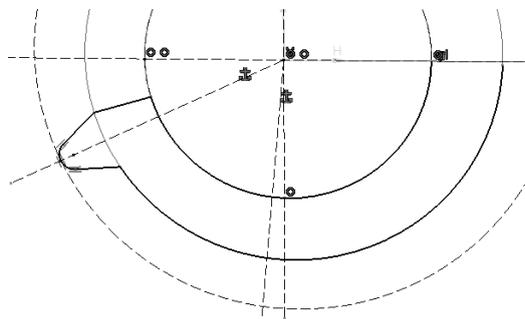

图 5-140
- 双击“快速修剪”按钮, 修剪图形, 如图 5-140 所示。